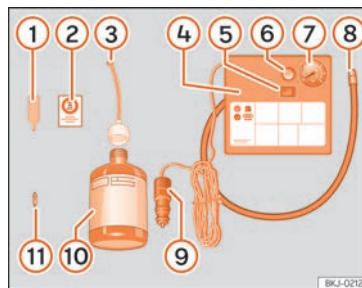

Abb. 33 Prinzipdarstellung: Bestandteile des Pannensets.
Das Pannenset befindet sich im Gepäckraum unter dem Bodenbelag. Es besteht aus folgenden Bestandteilen » Abb. 33:
- Ventilkappe und Ventileinsatz vom Reifenventil abschrauben. Verwenden Sie den Ventileinsatzdreher »» **Abb. 33** ① zum Heraus-schrauben des Ventileinsatzes. Legen Sie den Ventileinsatz auf einem sauberen Untergrund ab.
- Reifendichtmittelflasche kräftig schütteln »» **Abb. 33** ⑩.
- Schrauben Sie den Einfüllschlauch »» **Abb. 33** ③ auf die Dichtmittelflasche. Die Folie am Verschluss wird automatisch durchstoßen.
- Verschlussstopfen vom Einfüllschlauch »» **Abb. 33** ③ entfernen und das offene Ende ganz auf das Reifenventil stecken.
- Ventileinsatz mit dem Ventileinsatzdreher »» **Abb. 33** ① wieder in das Reifenventil schrauben.
- Reifenfüllschlauch »» **Abb. 33** ⑧ des Luftkompressors fest auf das Reifenventil schrauben.
- Prüfen, ob die Luftablassschraube »» **Abb. 33** ⑥ zuge dreht ist.
- Stecker »» **Abb. 33** ⑨ in die 12 Volt-Steckdose des Fahrzeugs stecken »» **Seite 163**.
- Luftkompressor mit dem EIN- und AUS-Schalter »» **Abb. 33** ⑤ einschalten.
- Kleben Sie den Aufkleber »» **Abb. 33** ② im Sichtfeld des Fahrers auf das Kombi-Instrument.
Den Reifenfüllschlauch »» Abb. 33 ⑤ wieder anschließen und den Reifenfülldruck an der Reifenfülldruckanzeige ⑥ ablesen.